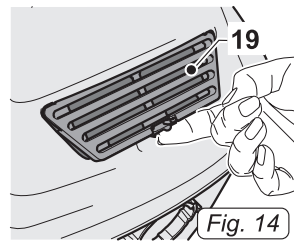

Fig. 14
- Décrocher le filtre (19 Fig.14) et le retirer de l'appareil.